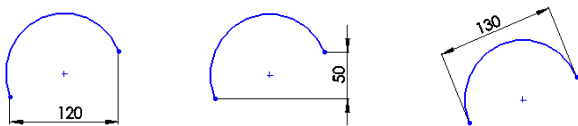

图 2-88 圆弧弦长的标注形式图示
- 标注圆弧的弦长：标注圆弧弦长的方式是，依次选取圆弧的两个端点与圆弧，然后拖出尺寸，单击放置的位置即可。根据尺寸放置的位置不同主要有 3 种形式：水平形式、垂直形式与平行形式，如图 2-88 所示。